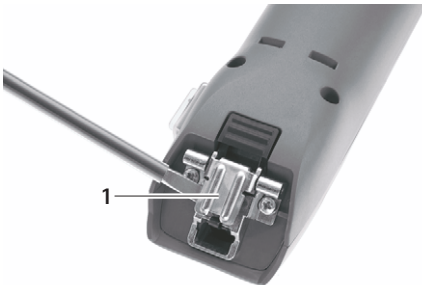

Abb. 1
- Bei geschlossenem Messerscharnier: Messerscharnier 1 mit Schraubendreher aufklappen, siehe Abb. 1.